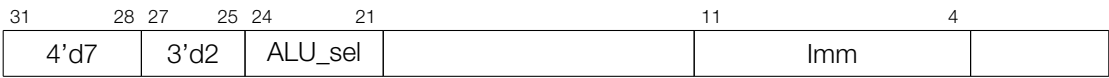

图 154: 指令类型 - 对阶段计数器寄存器的 ALU 运算
如图 154 所示，当协处理器指令 [27:25] 位设置为 3'b2 时，ALU 将对 8 位寄存器 Stage\_cnt 进行递增、递减或重置操作，运算类型取决于指令的 ALU\_sel [24:21] 位，具体设置方式见下表 154。
**Operand 描述** - 见图 154